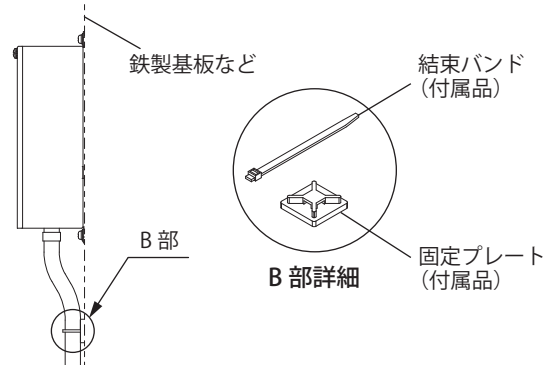

図 6 排水ホースの固定
3. 排水ホースはキャビネットにあけた穴に通して外部に出してください。必要に応じて付属の結束バンドと固定プレートを使用してください。(図 6)